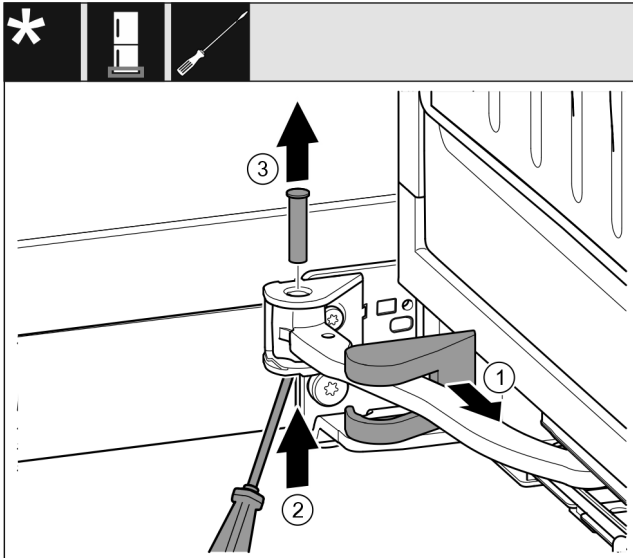

Fig. 19
- ▶ Lagerbokafdekking Fig. 19 (1) wegnemen en langs het scharnier verschuiven.
- ▶ Bouten Fig. 19 (2) met vinger of schroevendraaier van onderaf optillen.
- ▶ Bouten Fig. 19 (3) van boven af eruit trekken.